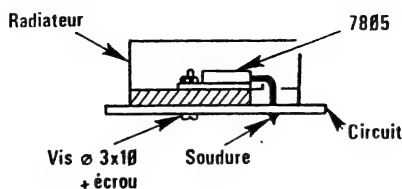

Fig. 16.6
- le régulateur 7805 et son radiateur (fig. 16.6)